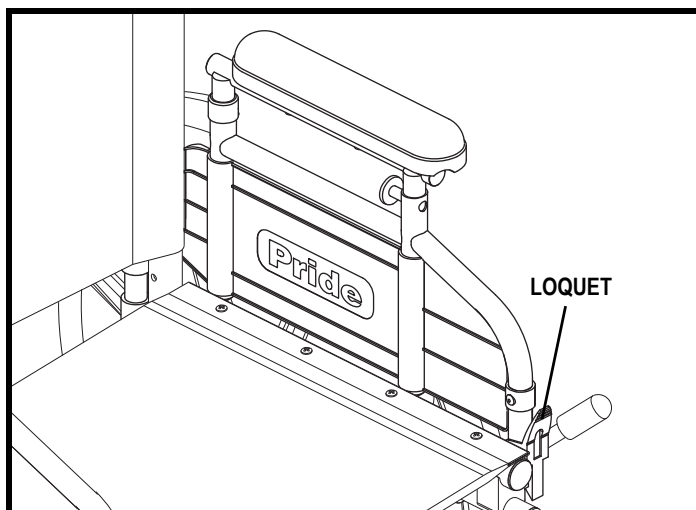

Figure 31. Enlèvement d'un accoudoir à double support
1. Tirez le loquet situé sur l'accoudoir. Voir la figure 31.